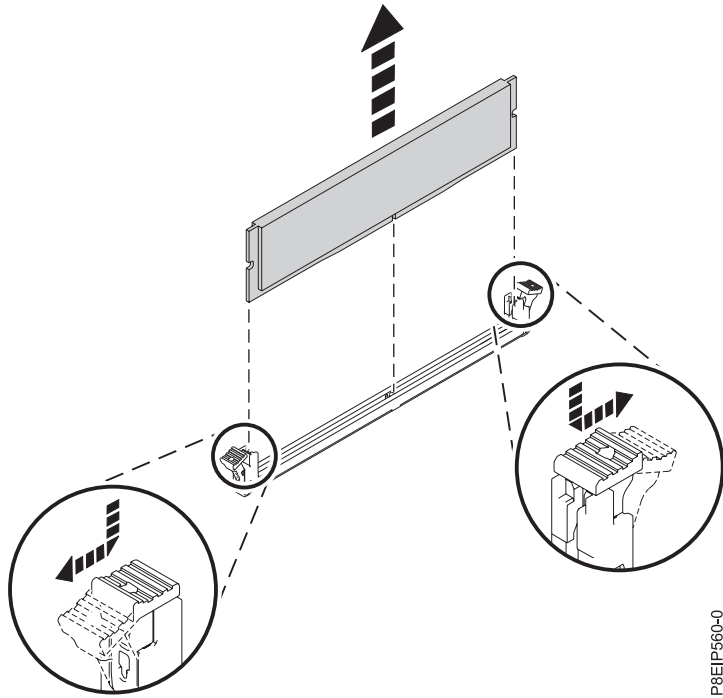

Figure 34. Retrait de la mémoire
- b. Déverrouillez la barrette mémoire DIMM en appuyant simultanément sur les languettes de verrouillage dans le sens indiqué dans la figure 34, à la page 33. Assurez-vous de déverrouiller les deux languettes en même temps. L'action de levier qui se produit lorsque vous appuyez sur les languettes éjecte la barrette mémoire DIMM hors de l'emplacement.